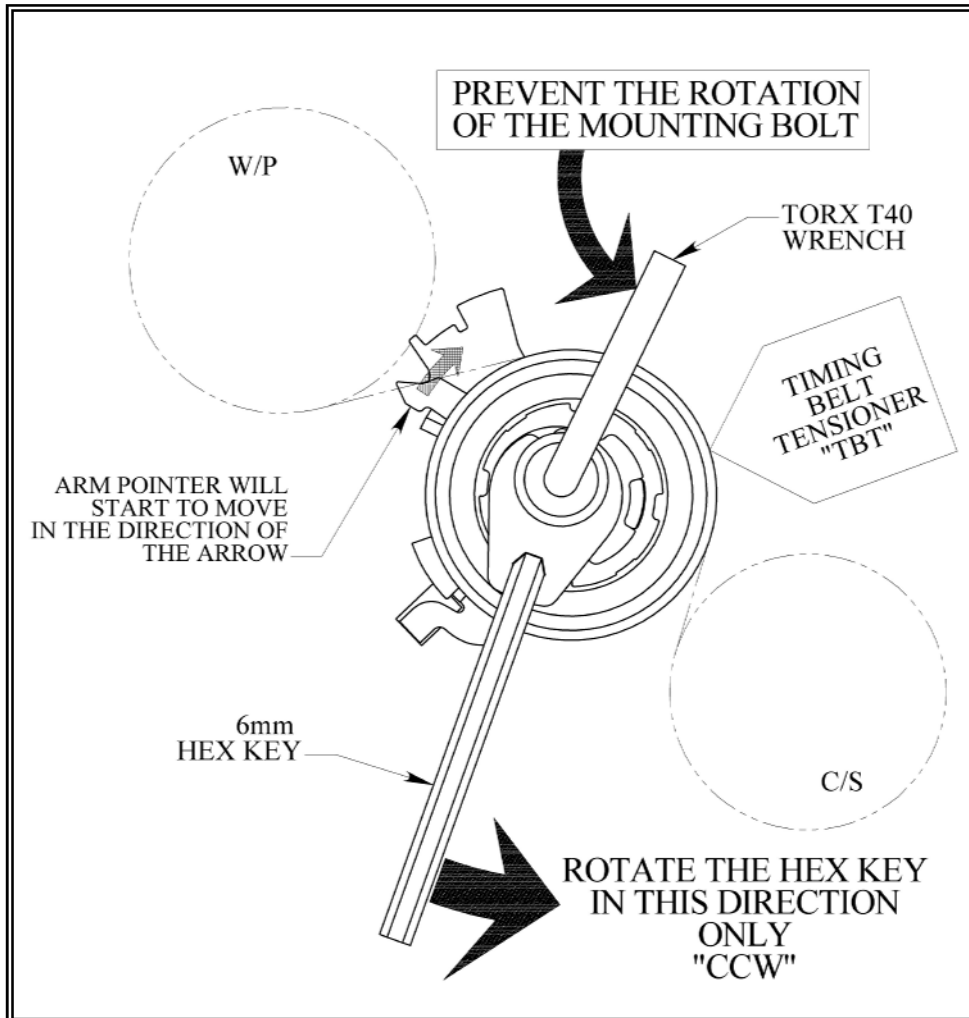

Bild 7: Drehrichtung bei Installation
7. Mit einem TORX T40 Schraubenschlüssel muss nun die Drehung der Befestigungsschraube verhindert werden, während der Installationsschaft mit einem 6mm Sechskantschlüssel gegen den Uhrzeigersinn gedreht wird. Die komplette Spannrolle bewegt sich dabei in Richtung des Riemen, und der Zeiger beginnt sich in Uhrzeigersinn zu drehen (siehe Bild 7).